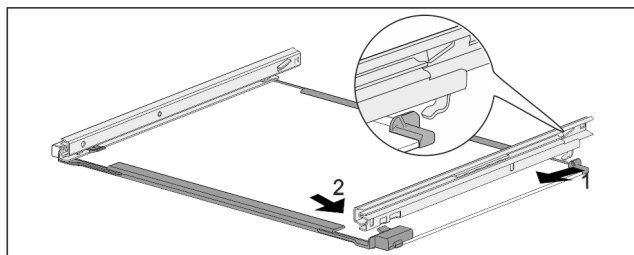

Fig. 152 Tablette en verre avec rails
- ▶ Accrocher le rail à l'arrière. Fig. 152 (1)
- ▶ Accrocher le rail à l'avant. Fig. 152 (2)